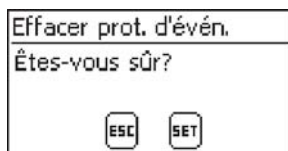

Fig. 10: La fenêtre de dialogue *Supprimer compte rendu d'événements*
1. Appuyez sur la touche « *SET* ». La fig. 10 apparaît à l'écran.